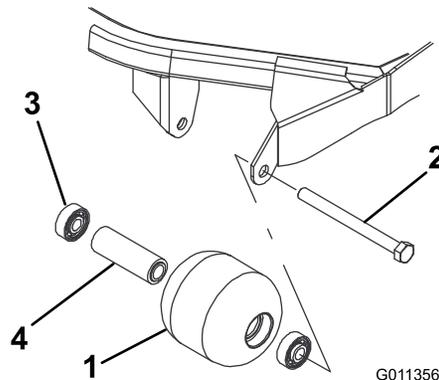

Figure 71
- Retirez le boulon de fixation du galet (Figure 71).
- Vérifiez l'état du logement de roulements, des roulements et de l'entretoise de roulements (Figure 71). Remplacez les composants endommagés et procédez au remontage.
- Enfoncez le premier roulement dans le logement à la presse (Figure 71). Exercez la pression uniquement sur la bague extérieure ou uniformément sur les bagues intérieure et extérieure.
- Insérez l'entretoise (Figure 71).
- Enfoncez le second roulement dans le logement (Figure 71) en exerçant une pression uniforme sur les bagues intérieure et extérieure jusqu'à ce que la bague intérieure rencontre l'entretoise.